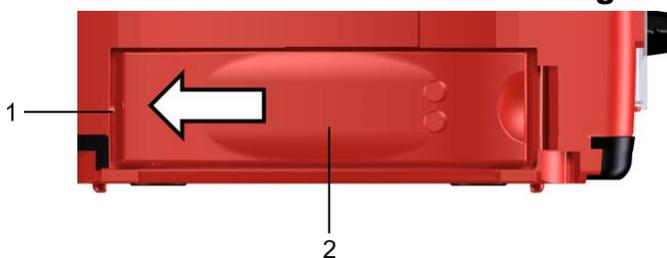

Fig. 12
- Introduzca el módulo de energía, fig. 12 (2) en la dirección de la flecha en el equipo, hasta que se encuentre en la posición tope (1) en la ranura del módulo de energía.
- Presione el módulo de energía (2) en la ranura del módulo de energía hasta que encaje de forma perceptible y se cierre a ras de la carcasa del equipo.